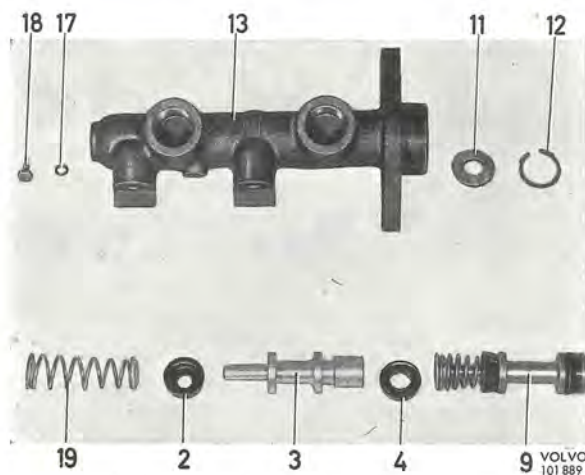

Bild 51. Huvudcylinder isärtagen
- Demontera de två packningarna från sekundärkolven. Var försiktig så att inte kolvyrtorna skadas. Bild 51 visar isärtagen cylinder.